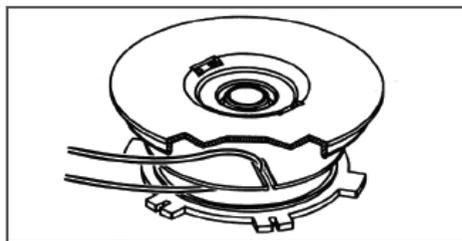

Рис. 11 Установка корда в паз катушки
- Отрежьте 2,5-3 метра корда, сложите его вдвое и выровняйте концы. Середину корда вставьте в специальный паз в катушке (Рис. 11).